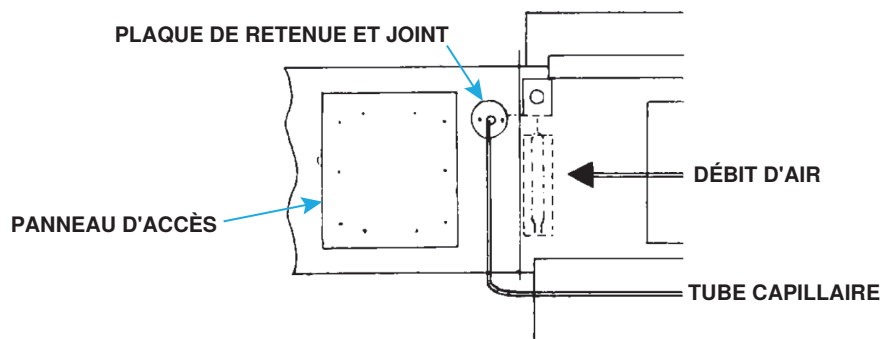

Figure 18. Installation du capteur capillaire
- (2) À l'emplacement de conduit sélectionné, marquez et découpez un trou de 1/2 pouce qui sera scellé avec un joint et une plaque de retenue (voir Figure 18). Insérez le capteur et le tube capillaire dans le trou.
- (3) Retirez le panneau d'accès aux conduits (voir Figure 18) et installez le capteur dans le support du capteur de manière à ce qu'il détecte la température de l'air lorsqu'il circule à travers les trous du support.
- (4) Placez le support du capteur et l'ensemble de la boîte de jonction à l'intérieur du conduit de manière à ce que le capteur soit protégé du flux d'air direct et fixez la boîte de jonction au conduit à l'aide de quatre vis à tête #6 fournies sur site.
- (5) Faites glisser le joint (fente coupée) et la plaque de retenue du trou sur le tube capillaire. Avec le joint à côté des conduits, installez la plaque de retenue des trous et fixez-la à l'aide des vis à tête fournies sur place.
- (6) Fermez le panneau d'accès des conduits.